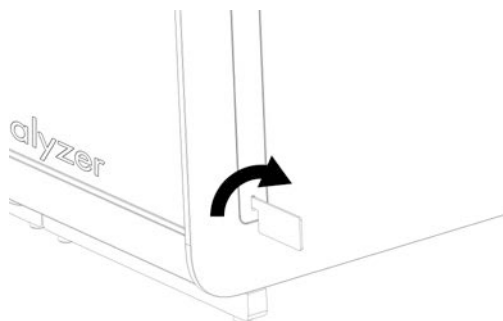

Рис. 15. Удаление защитных накладок.
3. Удалите защитные наклейки с боковой стороны аналитического модуля с помощью инструмента для снятия защитных накладок, входящего в комплект поставки QIAstat-Dx Analyzer 1.0 (рис.15).